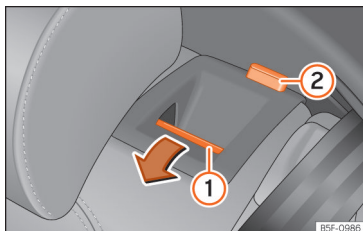

Fig. 96 Asiento trasero: abatir el respaldo.
- Pulse la tecla de desbloqueo »» **fig. 96 ①** hacia delante y, al mismo tiempo, abatir el respaldo. El respaldo trasero está desbloqueado cuando se ve una marca roja en la tecla **②**.